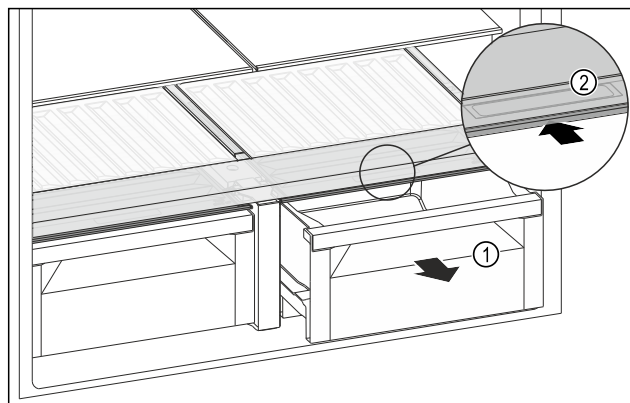

Fig. 130
- ▶ Витягніть висувний ящик Fig. 130 (1).
- ▶ Візьміться за потайну ручку Fig. 130 (2) на кришці відділення й одночасно посуňte кришку відділення назад.